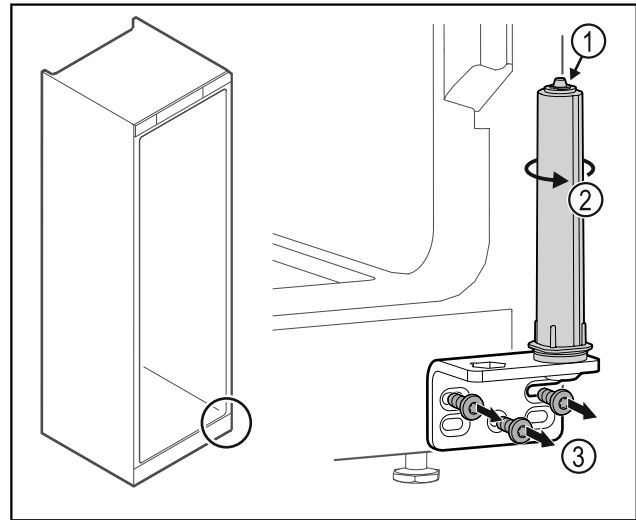

Fig. 36
▶ 请勿拆解关门系统 Fig. 36 (1)。
- ▶ 转动关门系统 Fig. 36 (2)，直至听到咔嚓声。
- ▶ 拧下合页角铁 Fig. 36 (3)。